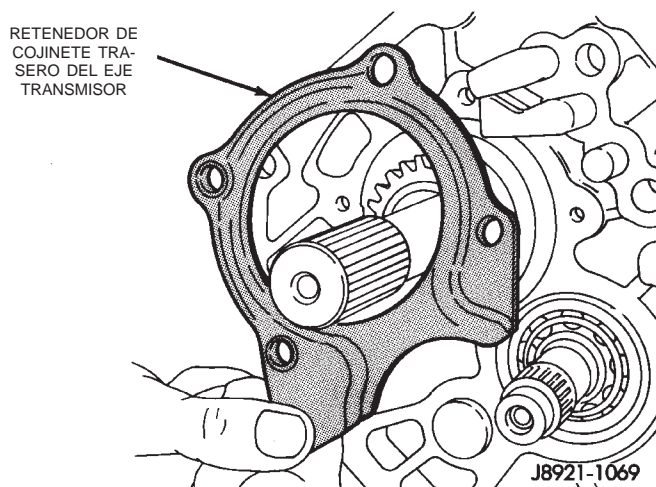

Fig. 62 Desmontaje de retenedor de cojinete trasero del eje transmisor
(14) Retire el retenedor del cojinete trasero (Fig. 62).